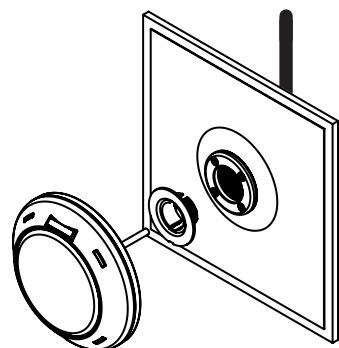

FIG. 3
- 2- Enroscar o adaptador na boquilha (Fig. 3).
- 2- Introduzir o cabo dentro da boquilha, introduzir o projector e rodar 90º no sentido dos ponteiros do relógio (Fig. 3).